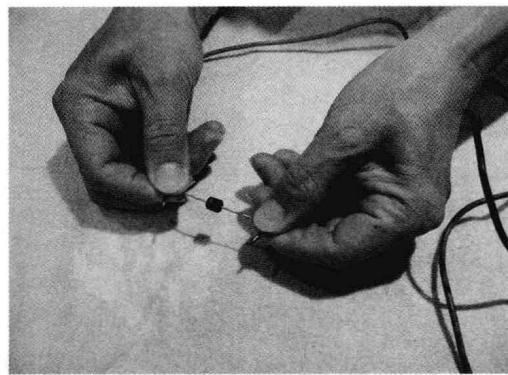

图 1.8 测电阻的错误做法
① 测量时手不可触及表笔的金属部分(图 1.8)，双手接触时就是测人体电阻与待测电阻的并联值。
② 测量时电阻要与电路断开。